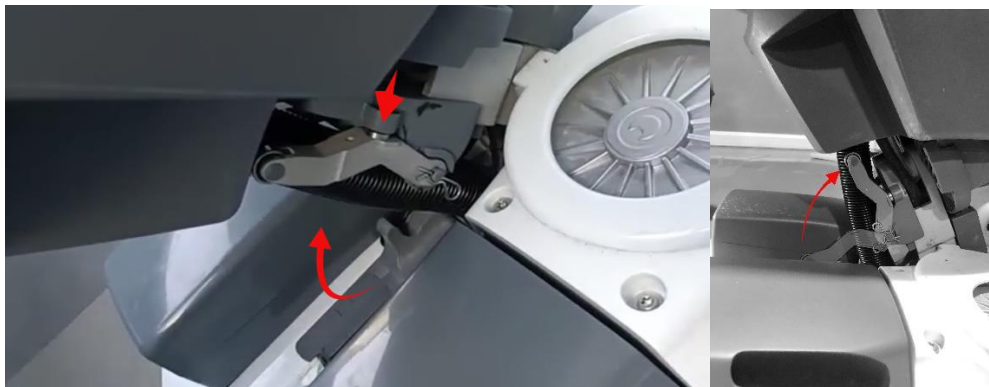

Figura 23c: volver a colocar la unidad en su posición antes de aparcarla.
* vuelva a colocar el brazo siempre en la posición de almacenamiento antes de aparcarse la unidad. (figura 23c).